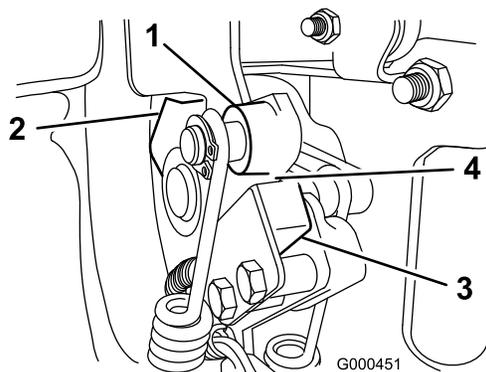

Figura 32
2. Engrane la palanca de tracción hasta que entre en contacto con el tope de punto muerto (Figura 32).
3. Afloje las fijaciones del interruptor de seguridad (Figura 32).
4. Coloque un suplemento de 0,8 mm de grosor entre la palanca de tracción y el interruptor de seguridad (Figura 32).